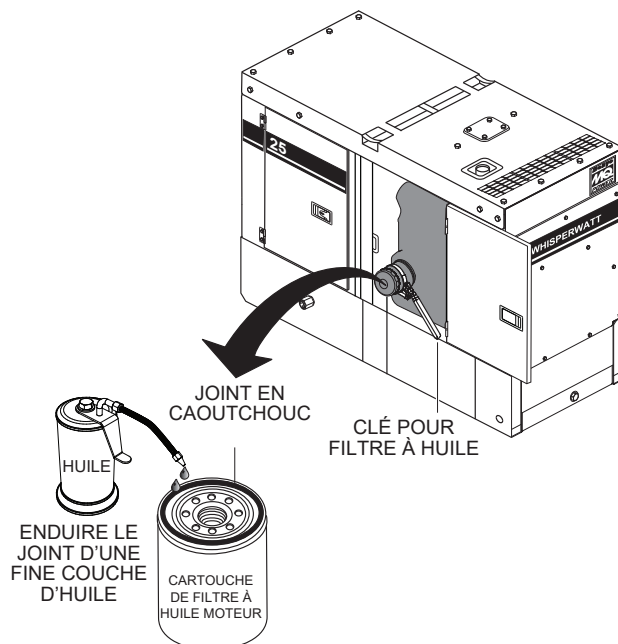

Figure 70. Remplacement du filtre à huile
2. À l'aide d'une clé pour filtre à huile (Figure 70), retirez le **filtre à huile du moteur**.
3. Enduisez la surface du joint en caoutchouc (joint d'étanchéité) du nouveau filtre à huile d'huile moteur 15W-40 propre (Figure 70).